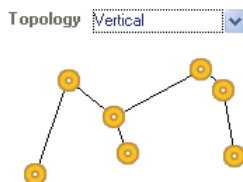

图 13-15 垂直方向连线最短方式
(3) Vertical——垂直方向连线最短方式，如图 13-15 所示。它的含义是生成一组飞线能够连通网络上的所有节点，并且使连线在垂直方向最短。